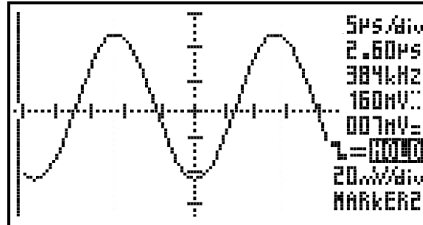

Fig 13
- A **cross** inserts a coordinate system into the screen. (Fig. 13)
- **Assenkruis:** Voorziet een coördinatenstelsel op het scherm. (Fig. 13)
- **Croix:** L'écran est muni d'axes perpendiculaires. (Fig. 13)
- **Kreuz:** Der Bildschirm wird mit einem Achsenkreuz versehen (Abb. 13)